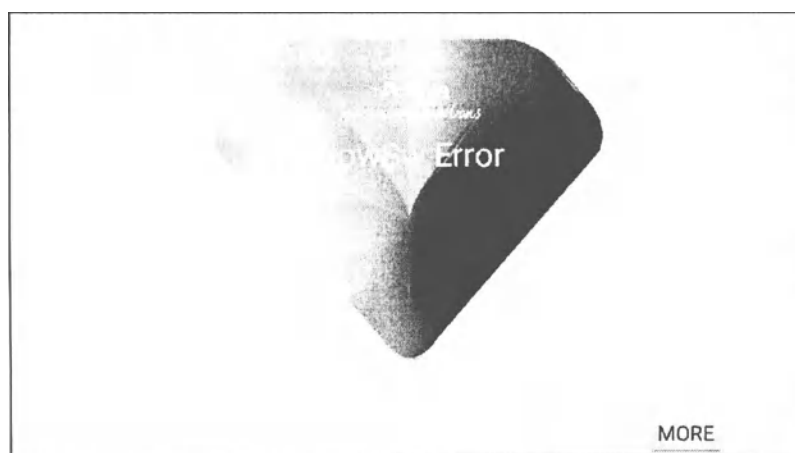

Рисунок 6-4: Сообщение об ошибке на экране (пример)
- На ЖК-дисплее появляется сообщение об ошибке (см. Рисунок 6-4), дальнейшая работа прекращается.